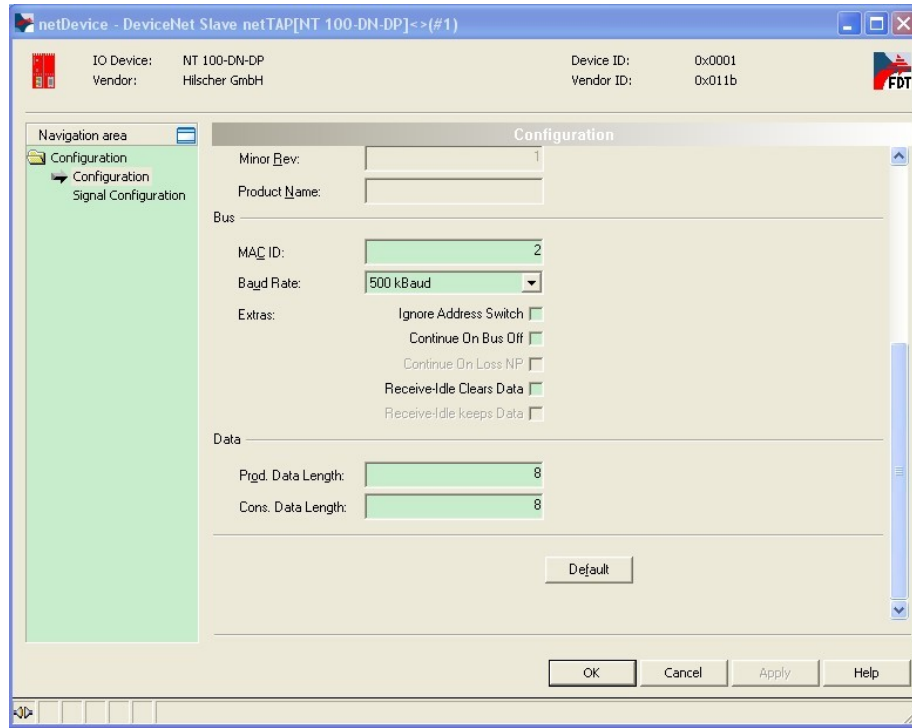

图 17
(17) 右击 NT 100 图标，选择“Configuration”“DeviceNet Slave”，对 DeviceNet 协议参数进行配置，选择“Configuration”栏，设置站地址、波特率、输入输出字节数等参数，此字节数必须不小于实际传输字节数，如图 17 所示：